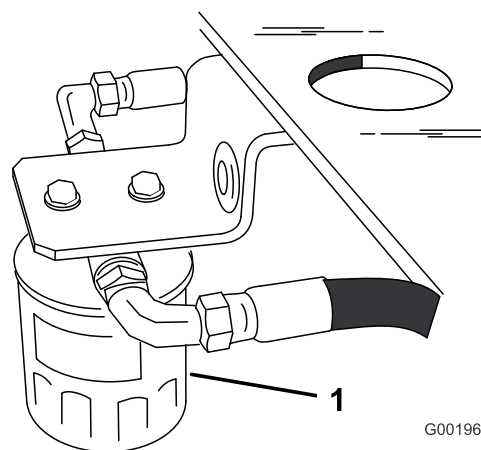

Figure 47
4. Localisez le filtre sous le réservoir à carburant et placez le bac de vidange sous le filtre (Figure 47).
5. Déposez le filtre usagé et essuyez la surface du joint de l'adaptateur (Figure 47).